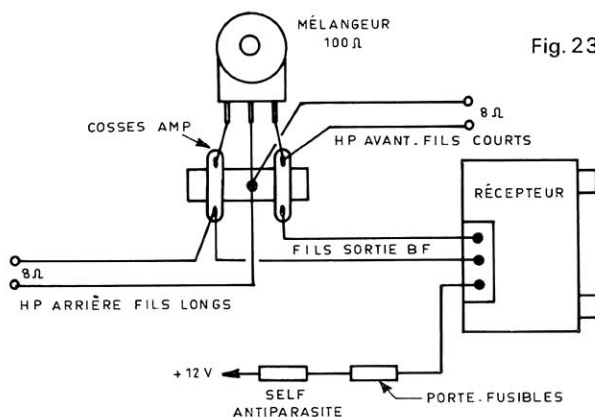
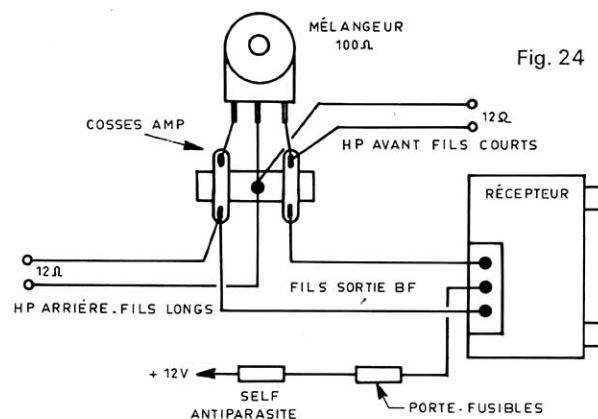

Fig. 23
Fig. 24
2) Que les connexions entre le récepteur, le mélangeur et les haut-parleurs sont bien effectuées selon la Fig. 23, pour les récepteurs R351D - R35 et Fig. 24 pour les R43. En aucun cas, les fils sortant du récepteur ne doivent être branchés directement sur le haut-parleur avant (sauf dans le cas d'une installation avec un seul haut-parleur avant, qui ne comprend évidemment pas de mélangeur).
4) En présence de parasites moteur (allumage ou alternateur) perturbant l'audition, s'assurer que la self antiparasite en série dans le plus 12 V, est bien en place, Fig. 23 et 24.